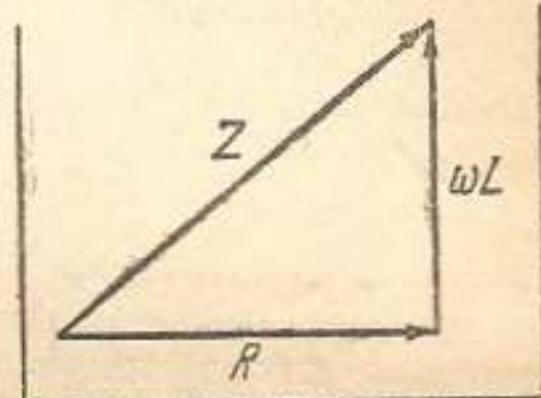

Рис. 8
Сходство формул (5) и (4) показывает нам, что полное сопротивление можно находить не только путем вычисления, но и путем построения прямоугольника сопротивлений, аналогичного треугольнику напряжений (рис. 8), т. е. полное сопротивление цепи переменному току может быть получено путем измерения гипотенузы прямоугольного треугольника, катетами которого являются активное и реактивное сопротивления. Разумеется, измерения катетов
(рис. 8 и 10), то общее реактивное сопротивление цепи будет равно их разности, т. е.